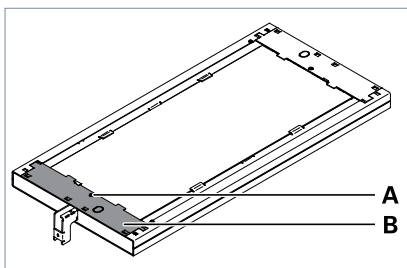

Fig. 1: Retirer le recouvrement.
- ▶ Retirez la vis **A** du recouvrement **B**, voir Fig. 1.